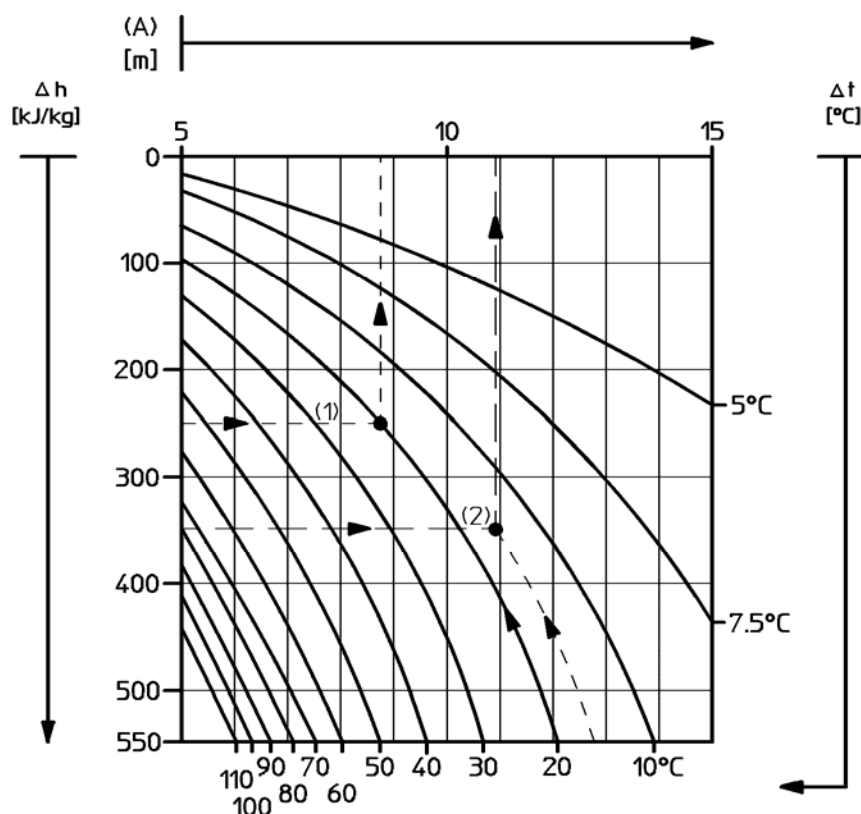

Рисунок 4: Расстояние (A) от охладителя до температурного датчика
|            | Рис. 4 действителен для температур воды от $100^{\circ}\text{C}$ до $120^{\circ}\text{C}$                                |
Расстояние (A) между охладителем и температурным датчиком приведено на рис. 4.